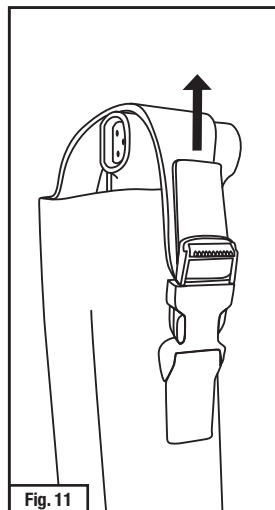
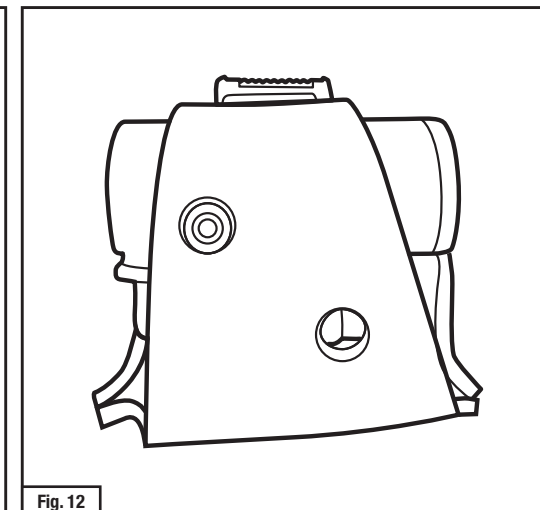

Fig. 11
Fig. 12
4. Com o adaptador e bateria totalmente inserido na porção no do estojo, encaixe a fivela ligar a aba superior e inferior do estojo. Puxe a cinta de couro localizada na fivela para apertar topo do estojo para um ajuste confortável (Fig. 11). Assegurar que a luz indicadora do adaptador possa ser vista através da abertura em cima do estojo (Fig. 12).